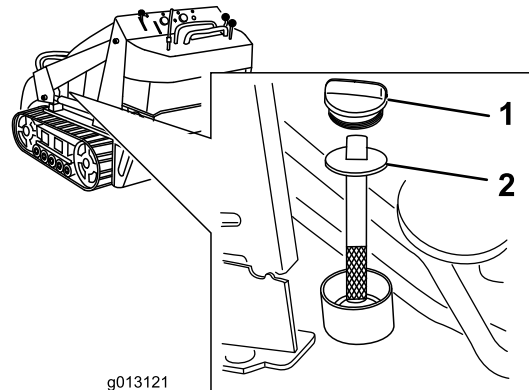

Figure 63
5. Enlevez le bouchon et la jauge du réservoir hydraulique (Figure 63).